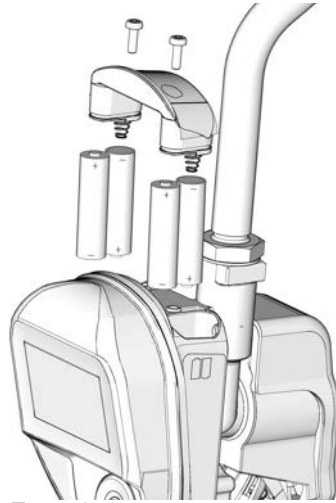

FIG. 78
- Asegúrese de respetar la polaridad correcta como se indica en las etiquetas de instalación ubicadas en cada lado de la válvula de dosificación con medidor cuando ponga las pilas en su compartimento (FIG. 78).
4. Ponga 4 pilas nuevas. Mire las etiquetas de cada lado del alojamiento y la FIG. 78 para ver la orientación de las pilas.